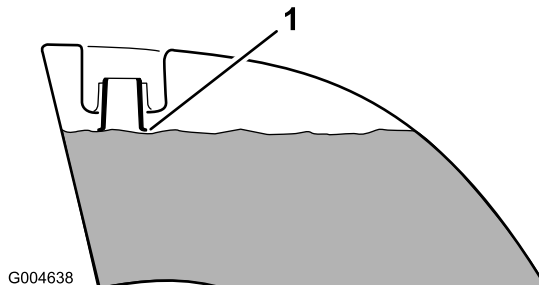

Figura 10
4. Aggiungete carburante in entrambi i serbatoi fin quando non è a livello con la base del collo del bocchettone (Figura 10). **Non riempite troppo i serbatoi.**